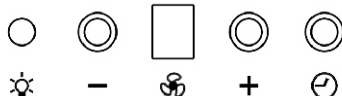

рис. 11
- Электронный переключатель с цифровым индикатором скорости (рис. 11) имеет четыре кнопки управления без фиксации и цифровой индикатор, который показывает скорость вентилятора.